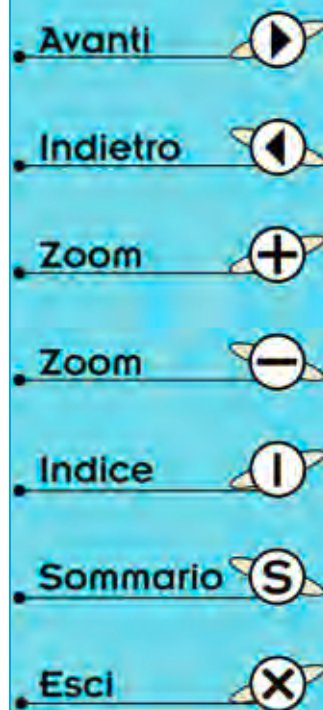

Fig.470 Prima di inserire le tre boccole E-B-C nei fori della mascherina, le dovrete smontare inserendo la loro rondella isolante dal retro.
– Svitare dai loro corpi i due **dadi**, poi sfilate la **ron-della plastica**, inserite il **corpo** della boccola nel foro del pannello (vedi fig.470) e dall'interno inserite la **ron-della plastica** e fissate il tutto con i due dadi. La **ron-della** di plastica serve per tenere **isolato** il metallo della boccola dal metallo del pannello frontale.